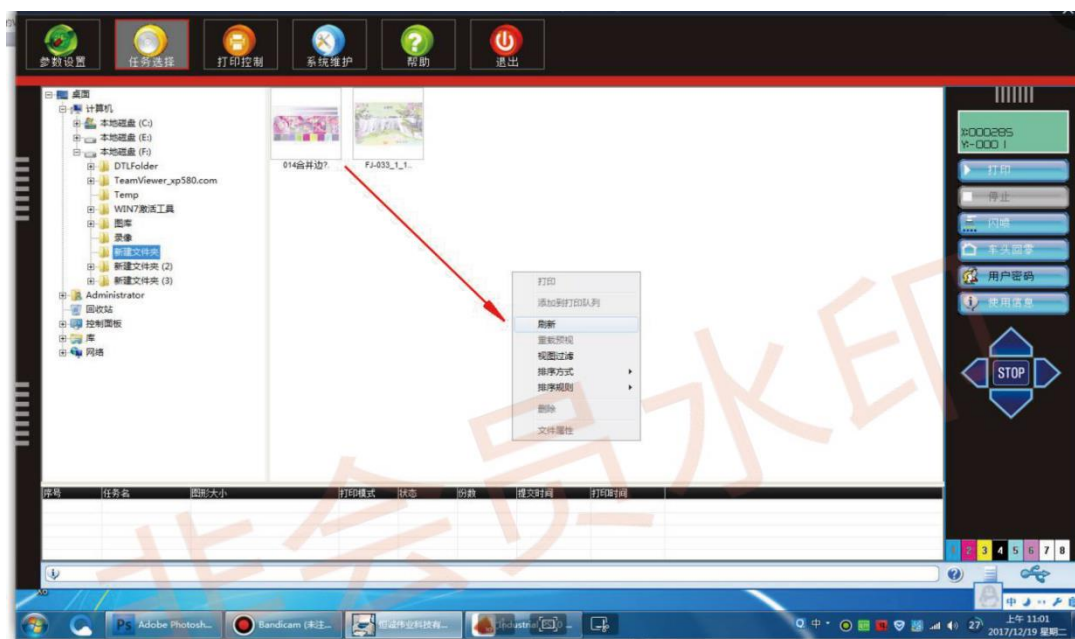

图 1 加载图片
2. 载入图片：找到图片的保存目录，鼠标左键点击目录会自动加载图片到右边，如图 1，如未加载可以右键点击→刷新